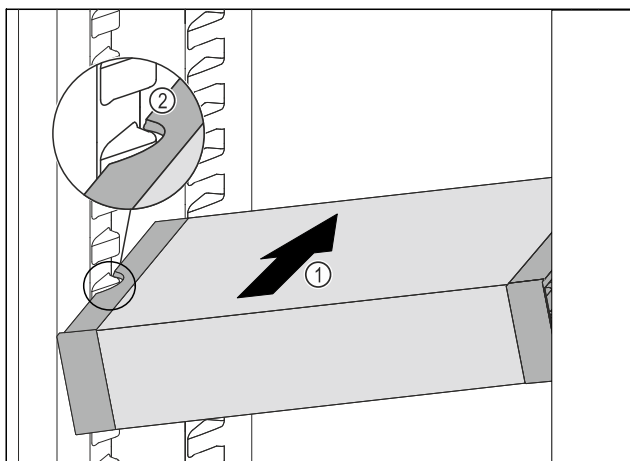

Fig. 197
- ▶ Вдвигайте VarioSafe под наклоном в холодильное отделение Fig. 197 (1), пока боковые выемки Fig. 197 (2) VarioSafe не окажутся на высоте выступа резервуара в холодильном отделении.